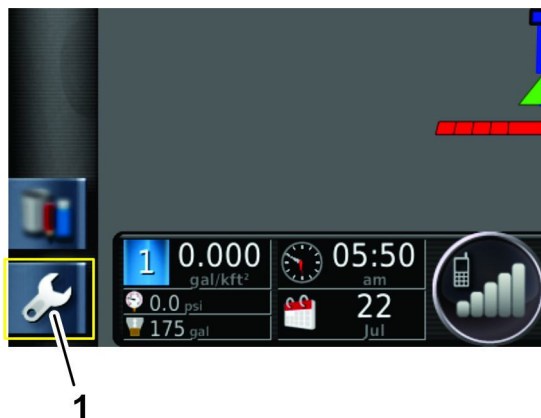

Рисунок 209
3. Нажмите на значок SETUP (НАСТРОЙКА) на главном экране (Рисунок 209).